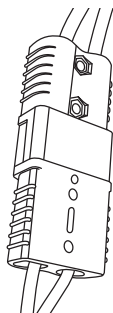

Рисунок 2
5. Соедините аккумуляторную клемму с клеммой зарядного устройства (Рисунок 2).